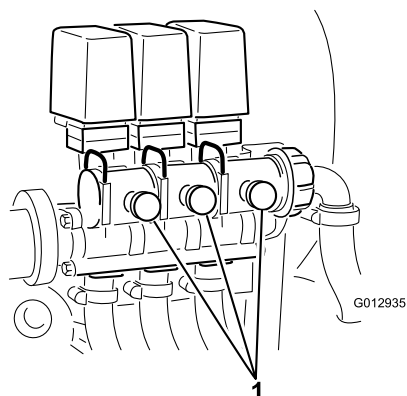

Figura 29
12. Ajuste la válvula de retorno del brazo que cerró (Figura 29), situada en la válvula de control de ese brazo, hasta que la presión marcada en el indicador sea la misma que en el paso 9.